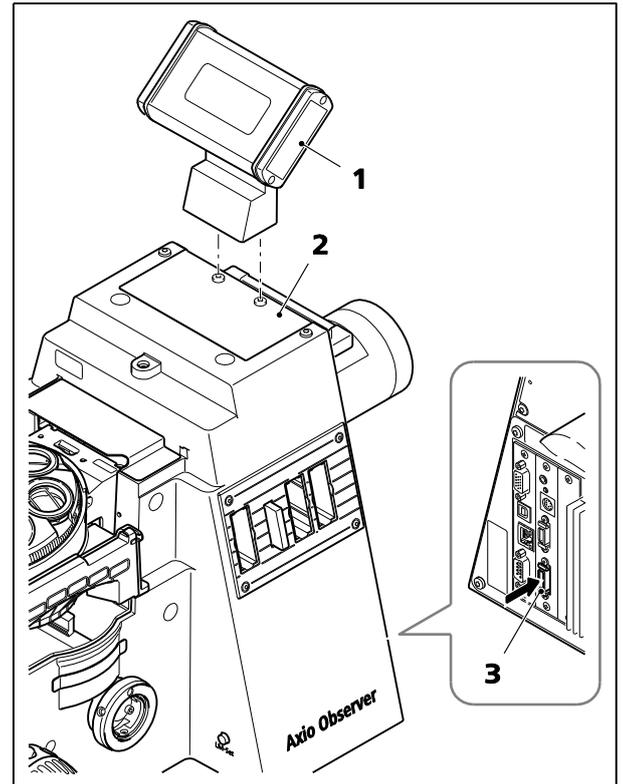

Fig. 18 Installation du support avec écran LCD
Le support avec écran LCD (Fig. 18/1) est doté d'un pied magnétique. Il peut être placé sur un microscope s'il n'est pas équipé d'un dispositif d'éclairage à lumière transmise ou bien à côté de lui.
- Positionner le support avec l'écran LCD (Fig. 18/1) sur le capot de protection (Fig. 18/2) de la surface de contact du dispositif d'éclairage en lumière transmise, de manière à ce que les deux encoches soient placées au-dessus des deux vis.
- Insérer la fiche de l'écran LCD dans la prise (Fig. 18/3) de l'écran (support pour éclairage en lumière transmise) à l'arrière du statif du 5 materials.